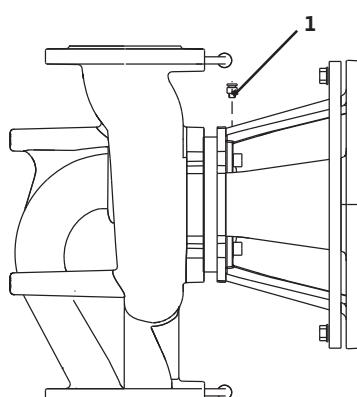

Fig. 41: Válvula de ventilação
• Purgar o ar das bombas, desapertando as válvulas de ventilação (fig. 41, pos. 1). O funcionamento a seco danifica o empanque mecânico da bomba. O sensor da pressão diferencial não pode ser ventilado (perigo de danificação).